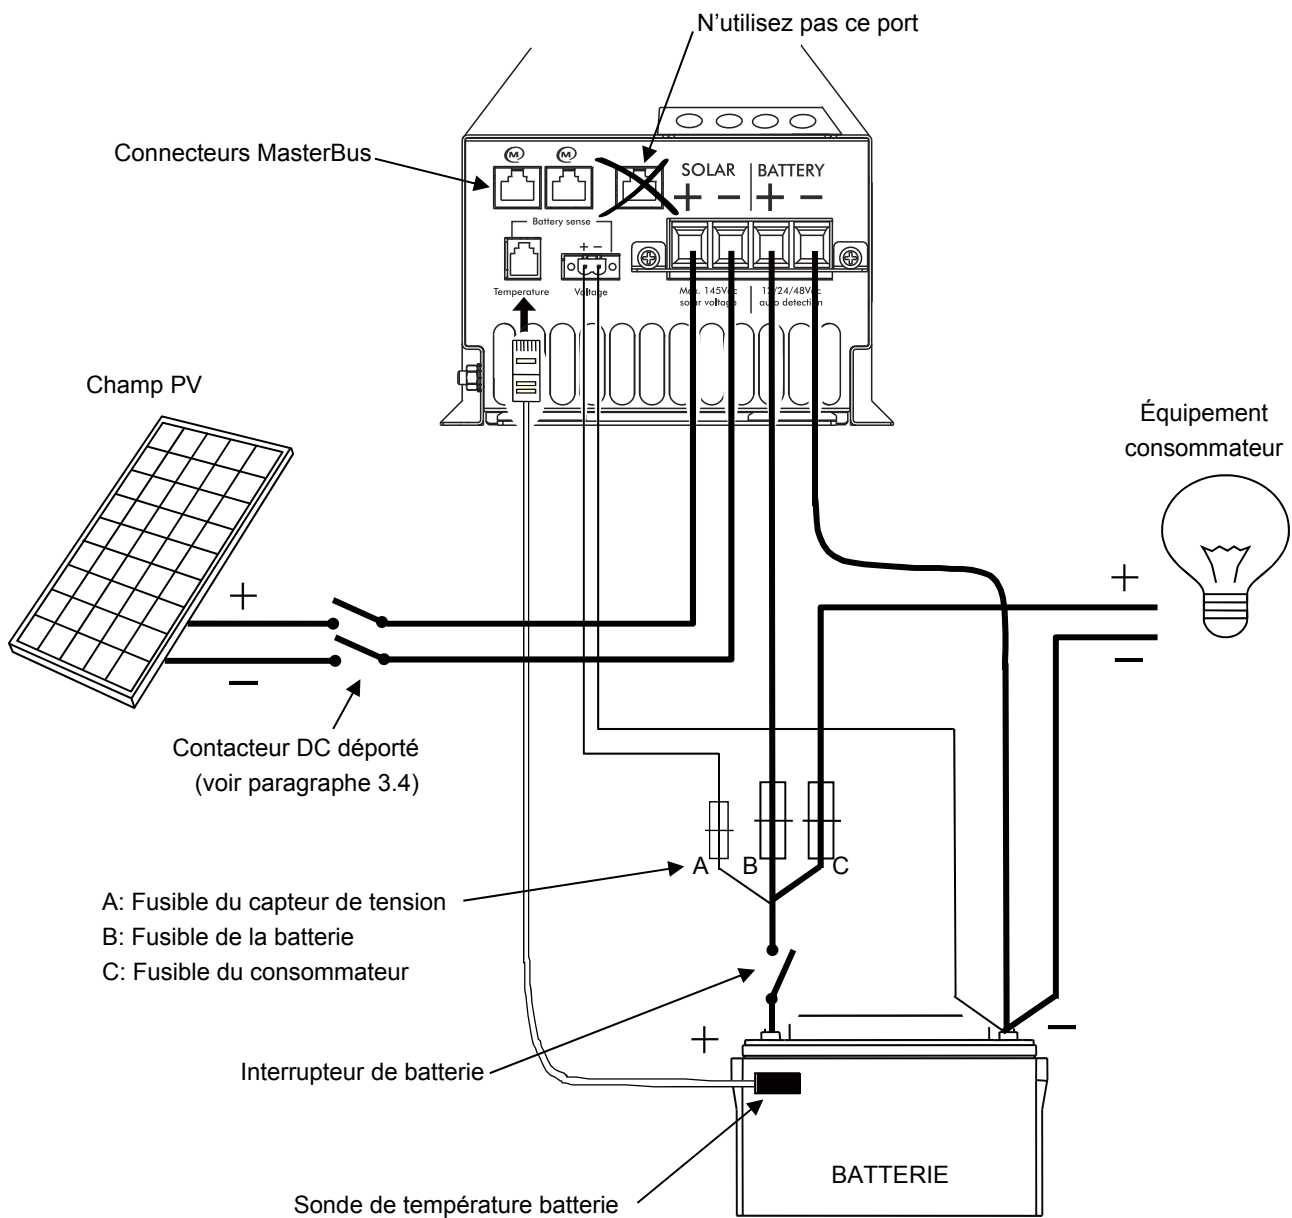

Figure 6: Schéma d'installation
La fonction de détection de la tension sur la batterie peut être utile pour ajuster la tension de charge du Solar ChargeMaster et compenser les pertes dues aux câblages. Connectez les câbles comme indiqué figure 6.
- 7** Connectez les câbles de la batterie. Voir figure 6. Fixez les câbles à la bride à l'aide de colliers. Montez un porte-fusible sur la ligne positive mais ne mettez pas le fusible en place à ce stade.
- 13** Vérifiez le câblage : positif sur + et négatif sur -. Voir également un exemple de câblage Figure 6. Poursuivre au paragraphe 3.7 pour la mise en service du Solar ChargeMaster.